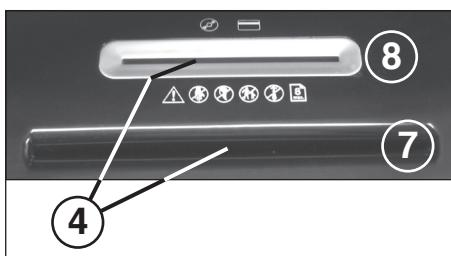

Abb. 2
- 4 = Lichtschranke (Vorwärtlauf) (Abb. 2)**
- 7 = Papierzuförschacht (Abb. 2)**
- 8 = Sicherheits-Zuförschacht (Abb. 2)**
Papier durch den Papierzuförschacht (7) (Abb. 2) dem Schneidwerk zuführen.
Datenträger (CD, DVD oder Kreditkarte) einzeln durch den separaten angeordneten Sicherheits-Zuförschacht (8) (Abb. 2) dem Schneidwerk zuführen.